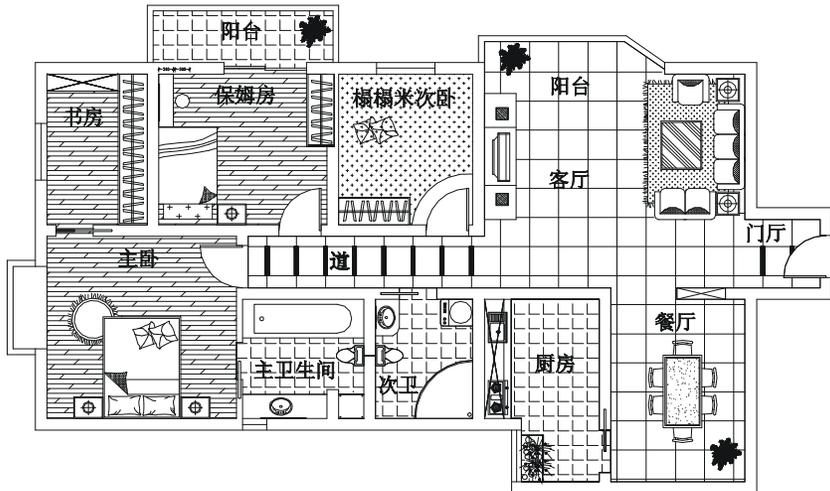

图 6-1-77
**STEP 04** 参照客厅的地砖填充，使用填充命令 BHATCH (BH) 将次卧填充为  (CROSS) 图案，以示榻榻米材料，其填充比例为 400，如图 6-1-77 所示。